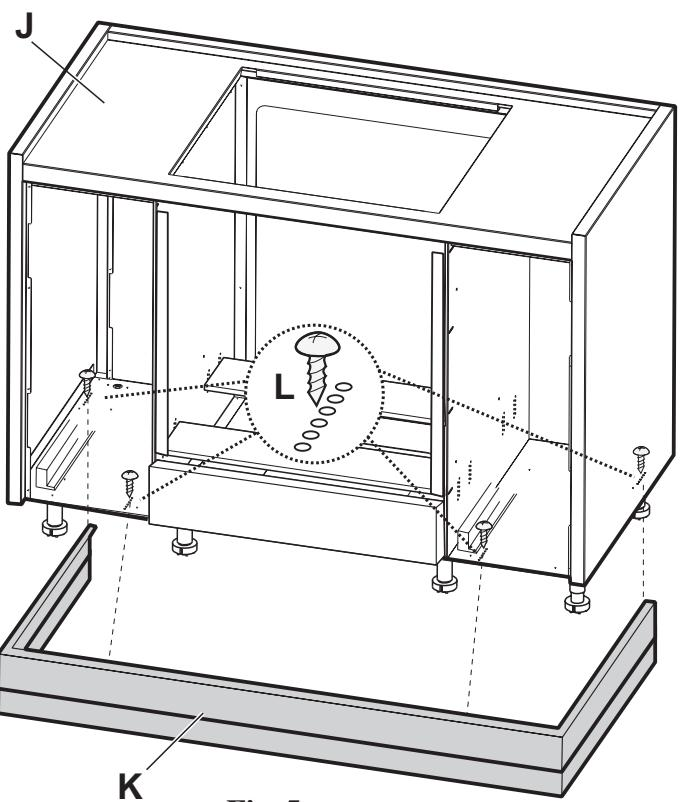

Fig. 5
7. Ponha a estrutura na posição escolhida e verifique se a mesa de trabalho **J** está perfeitamente nivelada (se necessário, regule os pés de apoio **F**). **Fig. 5**.
8. Fixe o rodapé **K** na estrutura com 4 parafusos (o rodapé pode ser fixado com várias profundidades em função das necessidades; para o efeito, há várias séries de furos **L** para a fixação). **Fig. 5**.